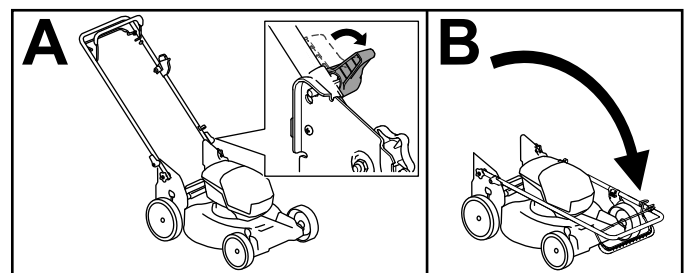

Figure 15
4. Déverrouillez le guidon jusqu'à ce que la moitié supérieure bouge librement (A de la Figure 15).
5. Rabattez le guidon complètement en avant (B de Figure 15).
6. Pour déplier le guidon, répétez l'opération A de la Figure 15 et dépliez le guidon à la position d'utilisation.